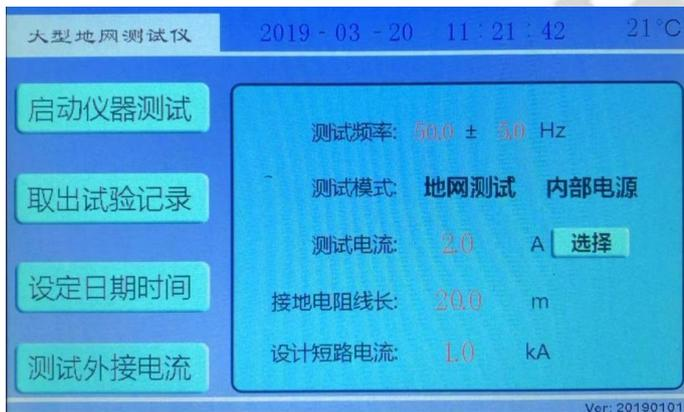
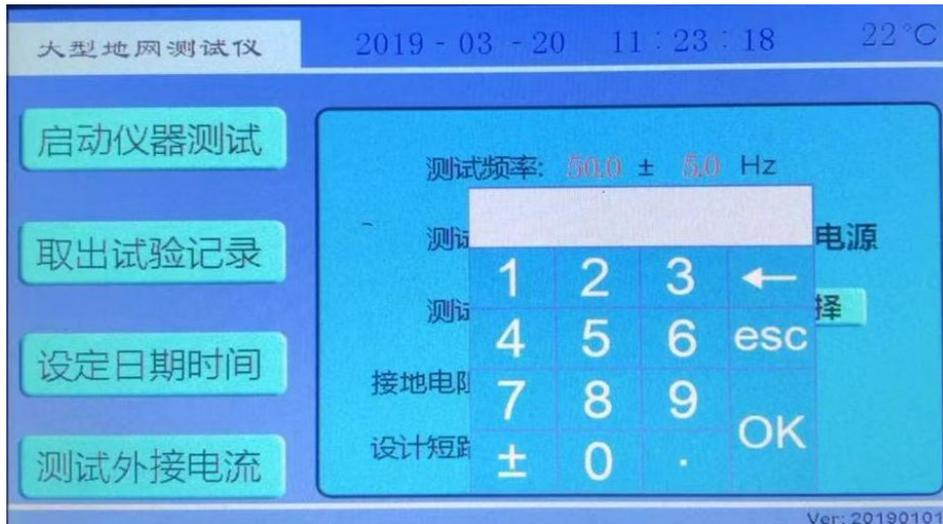
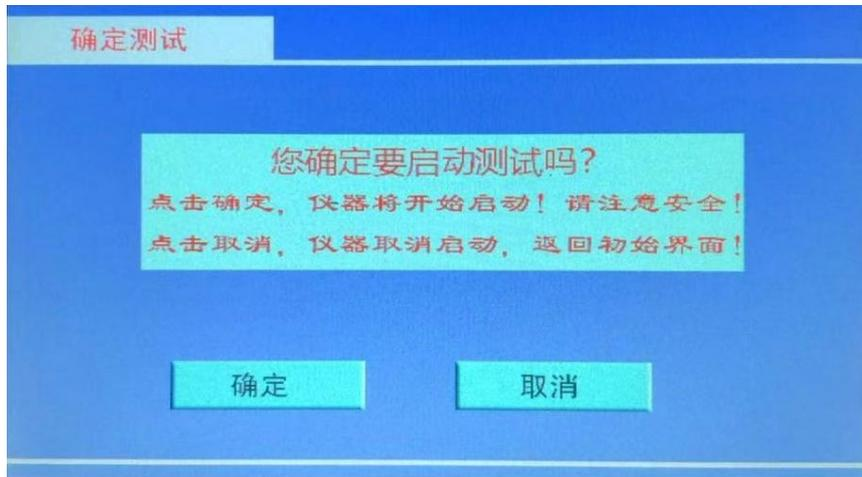

图 5 开机界面
图 9 红色数字参数修改界面
图 14 测试确认界面
1. 打开电源开关，计算机进行自检，几秒钟后，液晶屏显示中文主菜单如图 5 所示，表示自检成功。
7) 开机界面(图 5)下，红色数字的修改。如测试频率等项目，只需要使用触屏笔或手指点击，就可弹出数字键盘，然后修改即可。（图 9）
在开机界面(图 5)下，测试模式选择**地网测试**，使用触屏笔或手指点击**启动仪器测试**，出现测试确认界面（图 10）：
点击**确定**，将开始升流测试。**请确认已经接好测试线**。此时将出现**地网测试**界面(图 11)。点击**取消**，仪器将返回开机界面(图 5)。
此时按下**退出**，返回到开机界面(图 5)。按下**打印**，打印出结果。
在开机界面(图 5)下, 测试模式选择**接地电阻**, (线长一般选择 20 米)使用触屏笔或手指点击启动**仪器测试**, 出现测试确认界面(图 14):
点击**确定**, 将开始升流测试. **请确认已经接好测试线**. 此时将出现**接地电阻**测试界面(图 15)。点击**取消**, 仪器将返回开机界面(图 5)。
此时按下**退出**，返回到开机界面(图 5)。按下**打印**，打印出结果。按下**存储**按钮。出现数据存储界面（图 17）。